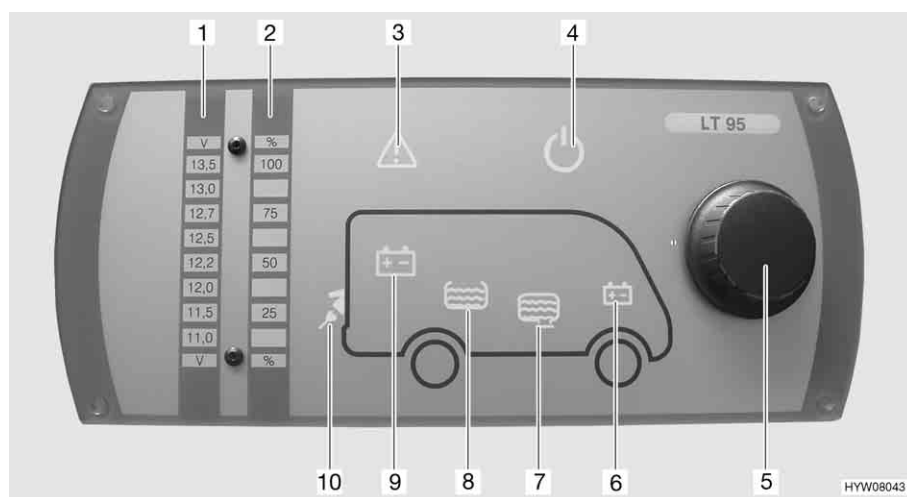

Fig. 115 Pannello di controllo (LT 95)
Il pulsante a rotazione (Fig. 115,5) inserisce o disinserisce il pannello di controllo e l'alimentazione a 12 V dell'abitacolo.
Accensione: ■ Premere il pulsante a rotazione (Fig. 115,5): L'alimentazione a 12 V dell'abitacolo è inserita. La spia di controllo a 12 V (Fig. 115,4) diventa verde.
Spegnimento: ■ Premere il pulsante a rotazione (Fig. 115,5): L'alimentazione a 12 V dell'abitacolo è disinserita. La spia di controllo a 12 V (Fig. 115,4) si spegne.
Mediante il pulsante a rotazione (Fig. 115,5) si possono interrogare sia la tensione della batteria dell'abitacolo che la tensione della batteria di avviamento. La tensione viene visualizzata sulla scala indicatore per la tensione della batteria (Fig. 115,1).
Indicazione: ■ Ruotare il pulsante a rotazione (Fig. 115,5), finché si accende il simbolo della batteria della quale deve essere interrogata la tensione.
Viene indicata la tensione della batteria dell'abitacolo (Fig. 115,9)
Viene indicata la tensione della batteria di avviamento (Fig. 115,6)
- Leggere la tensione sulla scala indicatore della tensione della batteria (Fig. 115,1).
Mediante il pulsante a rotazione (Fig. 115,5) si possono interrogare sia il livello del serbatoio dell'acqua che il livello del serbatoio delle acque grigie. Il livello viene visualizzato sulla scala indicatore livello dei serbatoi (Fig. 115,2).
- Ruotare il pulsante a rotazione (Fig. 115,5), finché si accende il simbolo del serbatoio del quale deve essere interrogato il livello.
Viene indicato il livello del serbatoio dell'acqua (Fig. 115,8)
Viene indicato il livello del serbatoio delle acque grigie (Fig. 115,7)
- Leggere il livello sulla scala indicatore del livello serbatoio (Fig. 115,2).
La spia luminosa Alarm (Fig. 115,3) lampeggia non appena i valori limite fissati vengono superati per eccesso o per difetto.
La spia luminosa Alarm (Fig. 115,3) lampeggia non appena la tensione della batteria scende al di sotto di 11 V. Se l'alimentazione a 12 V è accesa, si accende anche il relativo simbolo della batteria (Fig. 115,6 o 9), e l'indicatore "11,0" sulla scala indicatore della tensione della batteria (Fig. 115,1) lampeggia. Rischio di uno scaricamento totale della batteria.
La spia luminosa Alarm (Fig. 115,3) lampeggia ed il relativo simbolo del serbatoio (Fig. 115,7 o 8) si accende non appena il serbatoio dell'acqua è vuoto o il serbatoio delle acque grigie è pieno.
La spia di controllo a 230 V (Fig. 115,10) si accende quando all'ingresso della centralina elettrica è presente una tensione di rete.